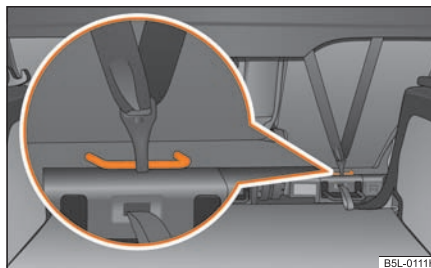

Fig. 190 Scaunul din spate: Top Tether
Scaunele laterale din spate, resp. și scaunul din mijloc (numai în unele țări) sunt echipate în serie, pentru creșterea siguranței copiilor, cu sistemul de fixare „Top Tether”, în spatele spătarului din spate ⇒ fig. 190.
- Fixați scaunele pentru copii cu sistem „Top Tether” numai în locurile special prevăzute ⇒ fig. 190.